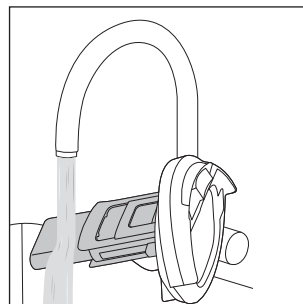

Afb. 23
- ♦ Spoel het vuilwaterreservoir **2** onder warm, stromend water af (zie afb. 23).